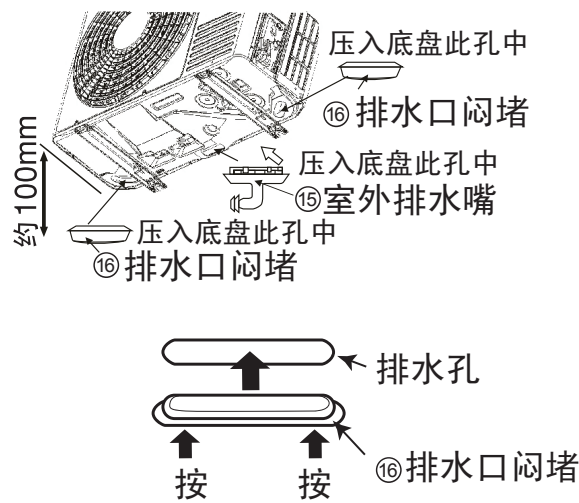

图 28
- 2 请将机体在安装后，按图28所示将附件 ⑮ 室外排水嘴安装在出水孔中。